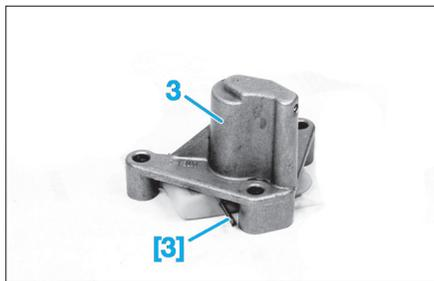

Fig. 51
- [3]. Goupille de blocage du tendeur de chaîne d'arbre à cames Ø 2 mm (Fig.51).
- Immobiliser le tendeur de chaîne (3) avec la goupille [3] (Fig.51).